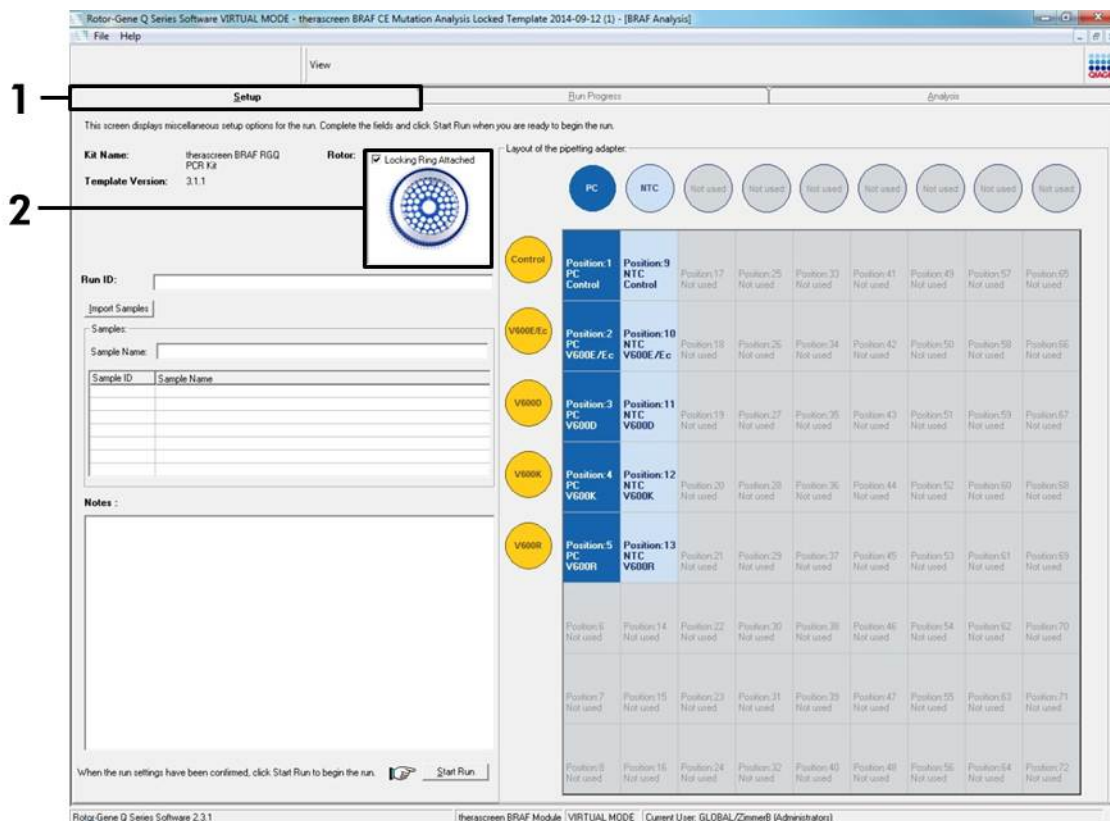

Bild 13. Fliken "Setup" [Konfiguration] (1) och rutan "Locking Ring Attached" [Låsring fast] (2).
10. Fliken "Setup" [Konfiguration] visas som standard (bild 13). Kontrollera att låsringen sitter fast ordentligt och markera kryssrutan "Locking Ring Attached" [Låsring fast]. Stäng locket på instrumentet Rotor-Gene Q.